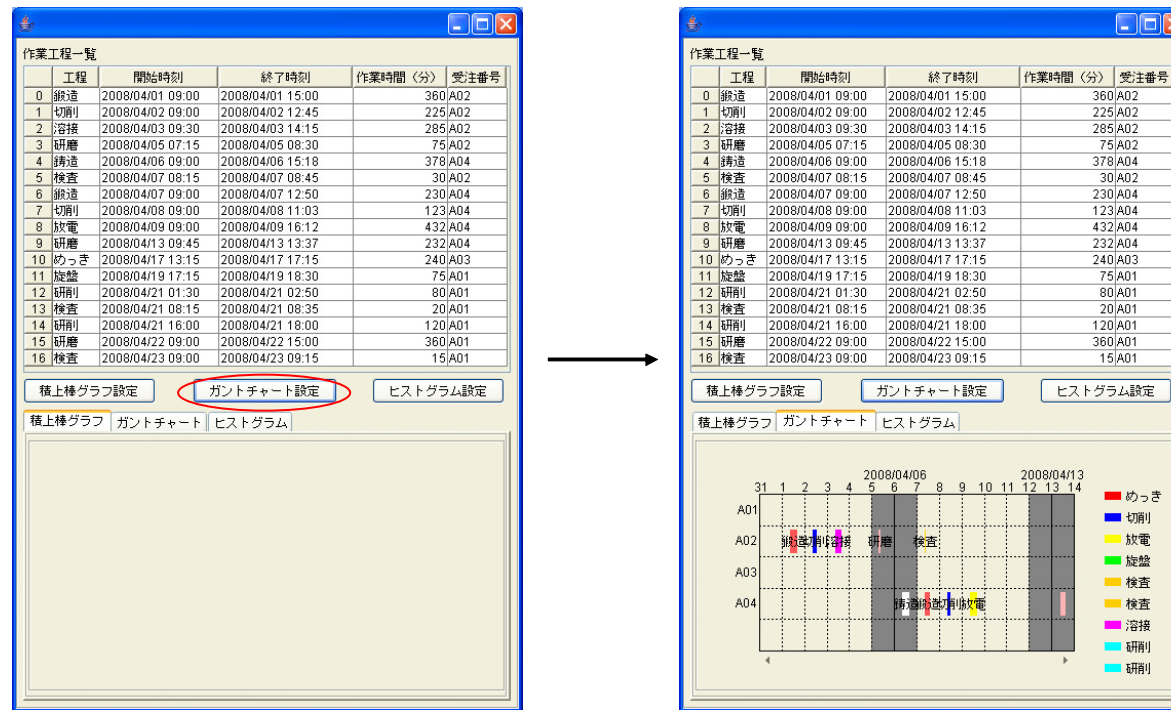
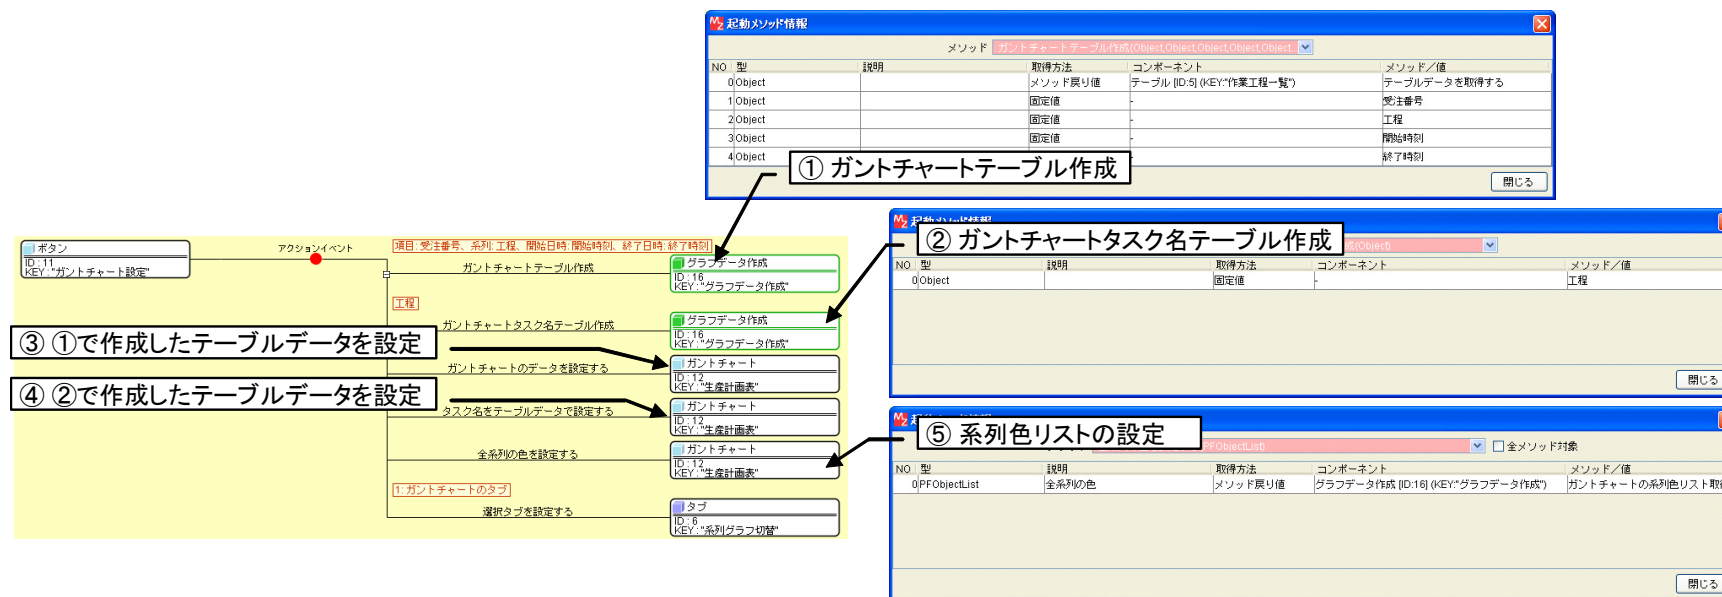

図 4 ガントチャートの作成
図 5 ガントチャート設定部分のコンポーネント接続図
クリックすると、複合コンポーネントの「ガントチャートテーブル作成(Object, Object, Object, Object, Object)」メソッドを起動し、ガントチャート用のテーブルデータを作成します。第1引数は元となるテーブルデータで、図4で表示されているテーブルのデータです。第2引数が項目軸（縦軸）を与える列名で、この場合は「受注番号」になります。第3引数は、それぞれの項目に含まれる内容を何によって類別するか（系列）を示す列名で、「工程」を指定しています。第4引数が各帯グラフの開始日時、第5引数が終了日時を示す列名で、それぞれ「開始時刻」、「終了時刻」となります（図5①）。次に、「ガントチャートタスク名テーブル作成(Object)」を呼び出し、各帯グラフの名称を指定するためのテーブルデータを作成します。引数は、その名称を与える列名で、この場合は「工程」となります（図5②）。このようにして作成されたガントチャートテーブルおよびタスク名テーブルの各データを、[ガントチャート]コンポーネントに設定します（図5③、④）。そして、系列名（工程）が同じグラフは同じ色になるように、複合コンポーネントから系列色リストを取得し、それを[ガントチャート]コンポーネントに設定します（図5⑤）。